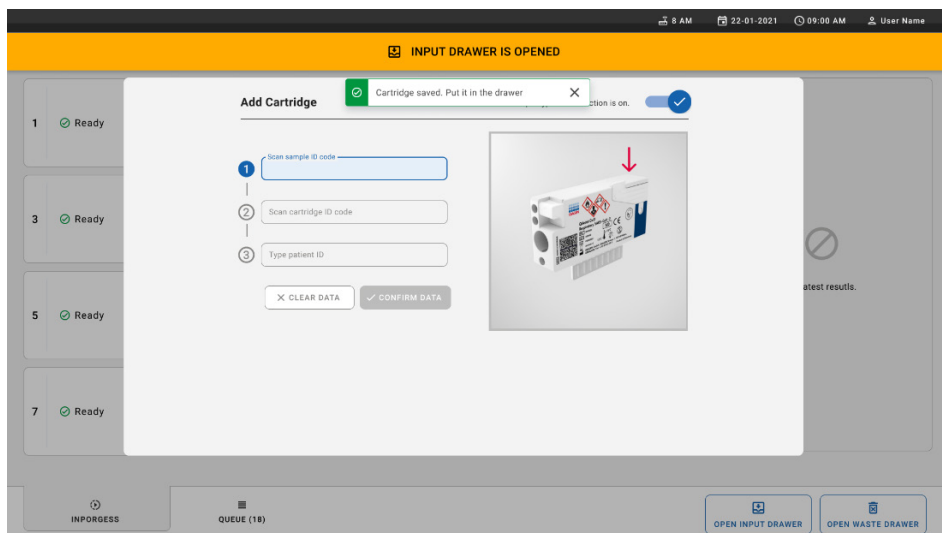

Figura 28. Schermata Add cartridge (Aggiunta cartuccia).
- Collocare gli cartuccia nel cassetto di inserimento. Assicurarsi che la cartuccia sia inserita correttamente nel vassoio (Figura 28).